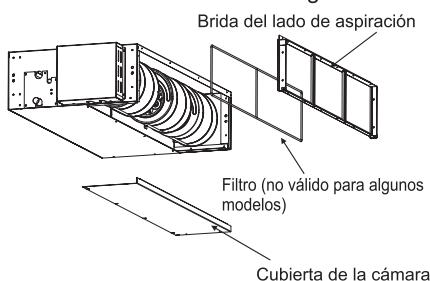

Fig. 3.1.2
- Retire la brida del lado de admisión y, a continuación, retire la cubierta de la cámara. Consulte las instrucciones en la Fig. 3.1.2.